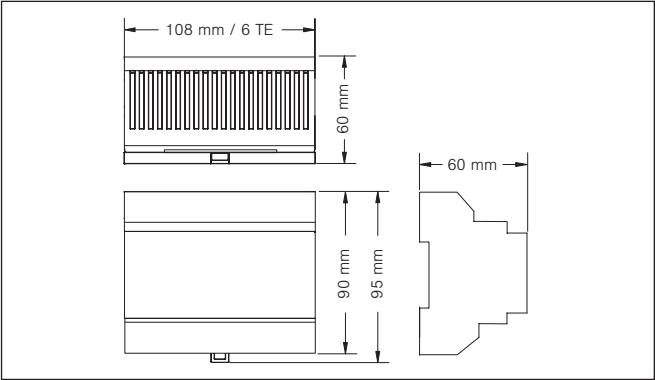
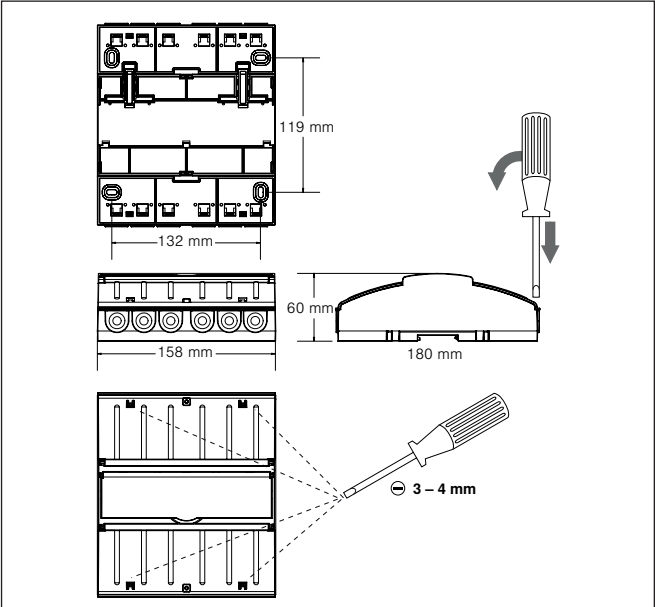

Fig. 3 Dimensions du boîtier REG 6 TE pour Omnexo Actionneur de commutation 4MDC REG
Fig. 4 Dimensions en boîtier AP
- AP : Insérez un tournevis pour vis à fente (lame de 3 à 4 mm) dans l'une des ouvertures du cache (reportez-vous à la Fig. 4) et soulevez l'abattant avec précaution. Répétez cette opération pour la deuxième ouverture du couvercle. Lorsque les deux crans sont débloqués, vous pouvez ouvrir le couvercle.
Dimensions	reportez-vous à la Fig. 3 et Fig. 4